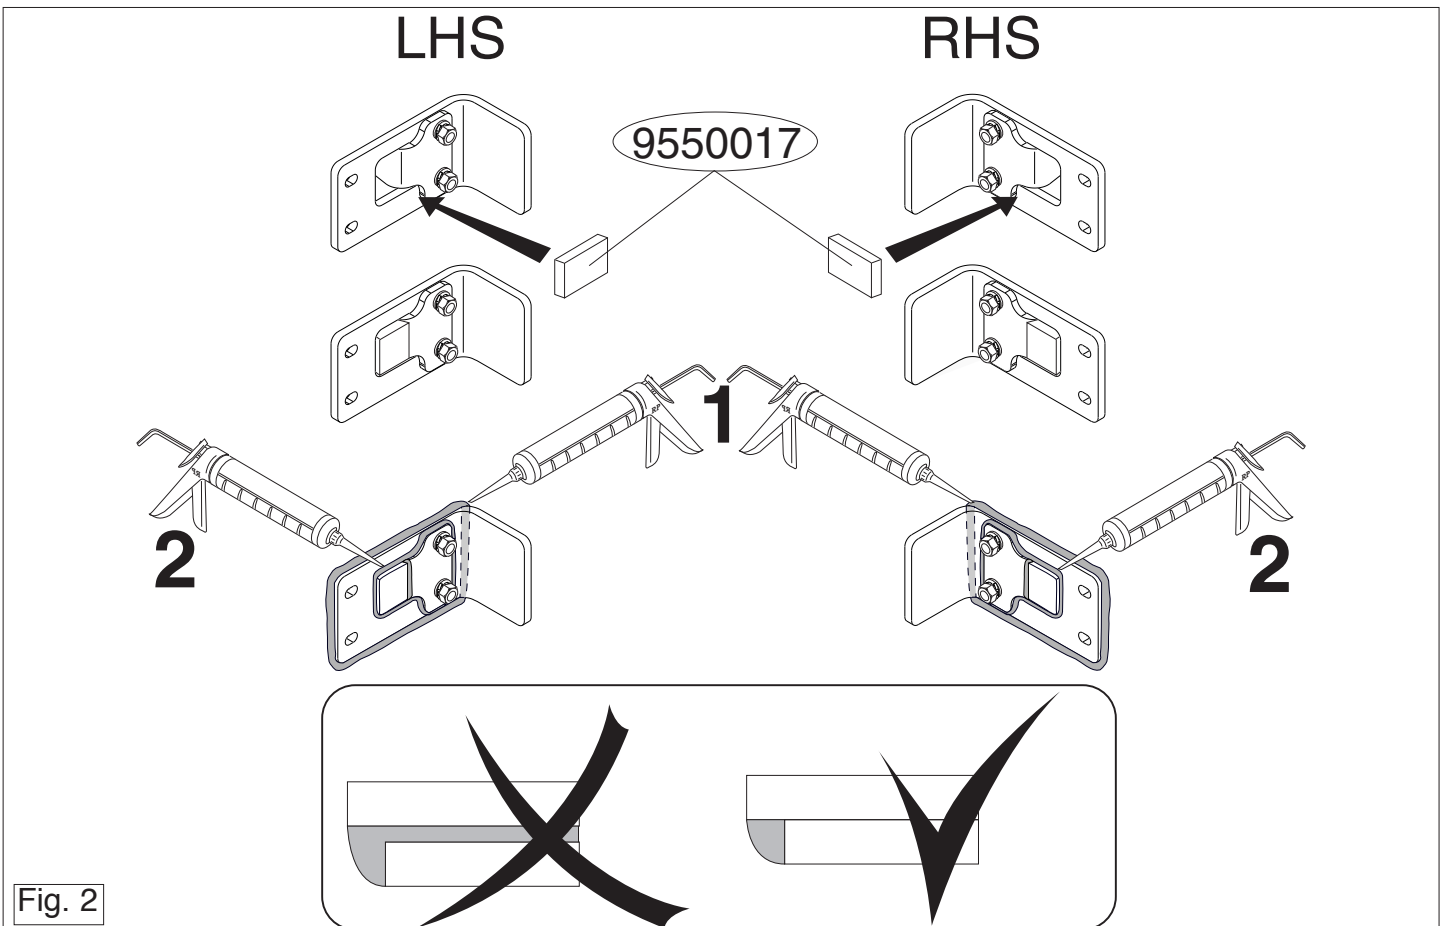

Fig. 2
9. Plaats de twee PE schuimblokken als afdichting en kit de aangegeven delen af (zie fig. 2).
9. Place the two PE foam blocks as spacers and seal the portions indicated (see fig. 2).
- Die zwei PE-Schaumböcke als Dichtung anbringen und die angegebenen Teile kitten (siehe Abb. 2).